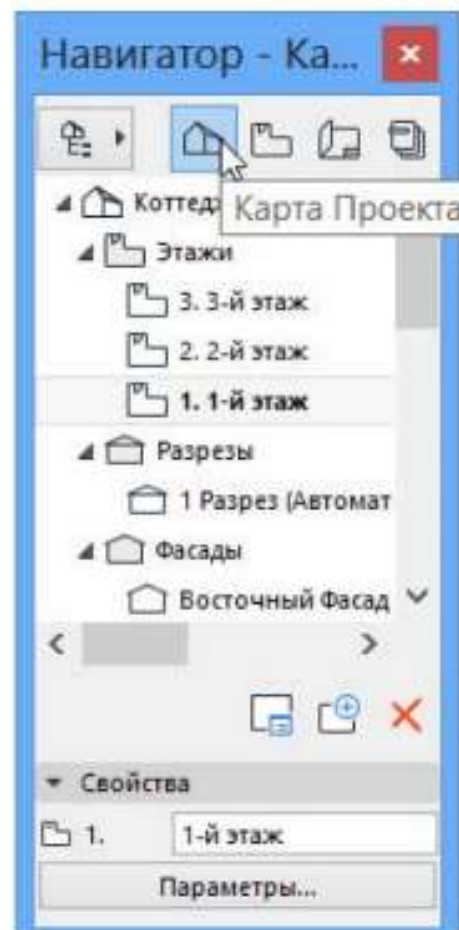

Рисунок 6.8 – Панель Навигатор
- **Панель Навигатор** (неактивна при загрузке проекта со стандартным шаблоном) осуществляет быстрый доступ ко всем окнам проекта. Панель загружается из меню **Окно | Панели**. В навигаторе имеются четыре кнопки-вкладки (рисунок 6.8): **Карта Проекта, Карта Видов, Книга Макетов, Наборы Издателя**. Слева расположена кнопка выбора проекта, позволяющая переключаться к чертежам других проектов:
- **Книга Макетов**, подобно карте проекта, осуществляет быстрый переход к чертежам пространства листа и к их параметрам. Для перехода в нужное окно следует выполнить двойной щелчок по его имени в списке либо правой кнопкой открыть контекстное меню и выбрать соответствующую команду. Активное окно проекта в навигаторе выделяется полужирным шрифтом (на рисунок 6.8 активным является окно плана 1-го этажа).